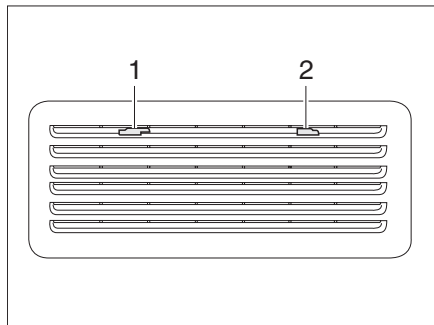
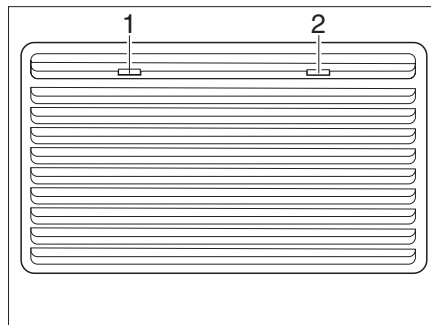

Fig. 138 Rejilla de ventilación del frigorífico (Thetford pequeña)
Fig. 139 Rejilla de ventilación del frigorífico (Thetford grande)
- Empujar los bloqueos (Fig. 138,1 y 2 ó Fig. 139,1 y 2) al centro.